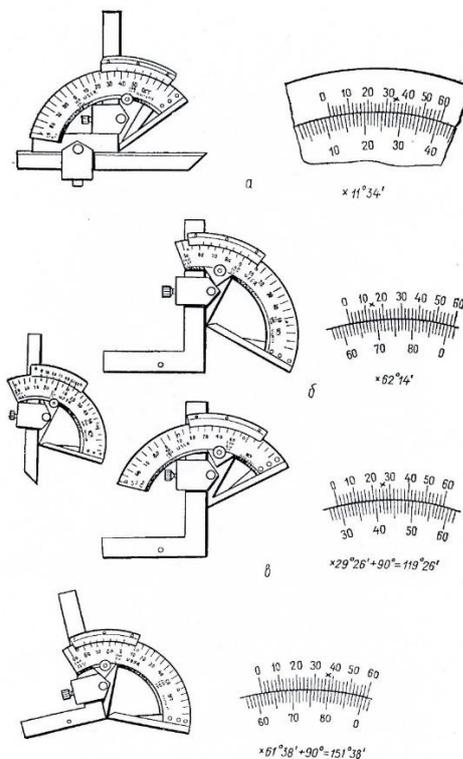

Рис.3 Комплектация угломера типа УН для измерения наружных углов и отсчет показаний
7. Прочитать показания угломера (рис.3).